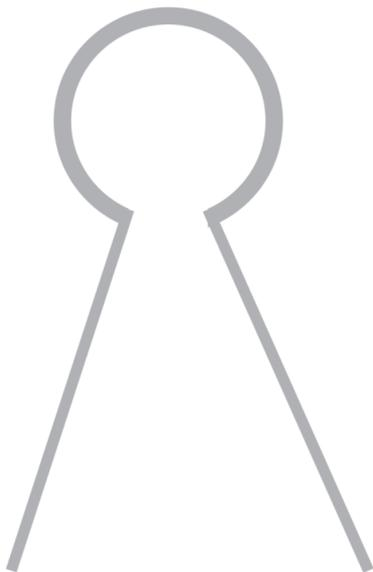

Bild 32: Kopiervorlage „Schallerzeugung“
- Male den hellgrauen Strich der Vorlage (Bild 32) mit Silberleitlack nach.